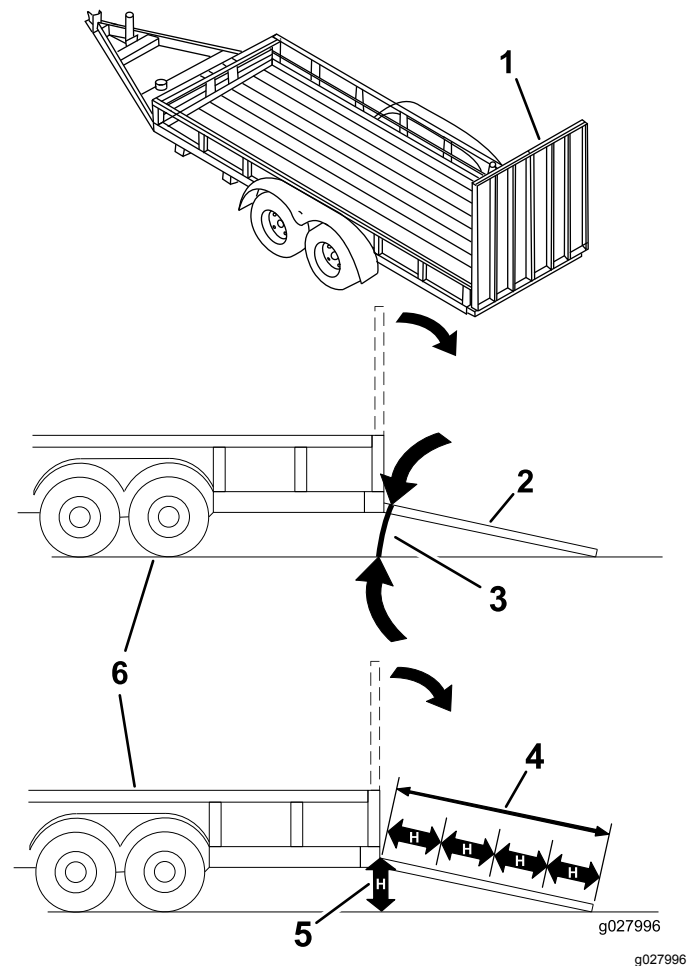

Figure 36
Le chargement de la machine sur une remorque ou un camion augmente le risque de basculement et donc de blessures graves ou mortelles (Figure 36).
3. Abaissez la rampe pour que l'angle avec le sol ne dépasse pas 15 degrés (Figure 36).
1. Abaissez la rampe pour que l'angle avec le sol ne dépasse pas 15 degrés (Figure 36).